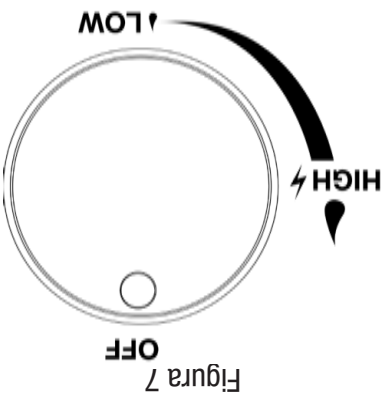

Figura 7
- 3. La perilla de control tiene que estar en la posición “OFF” (apagado). Vea la Figura 7.